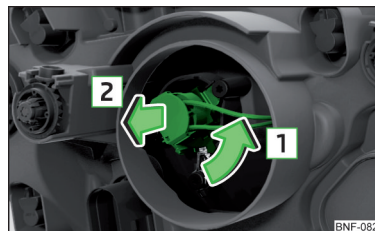

Fig. 174
- Redar a ficha com a lâmpada incandescente no sentido da seta **1** » Fig. 174.